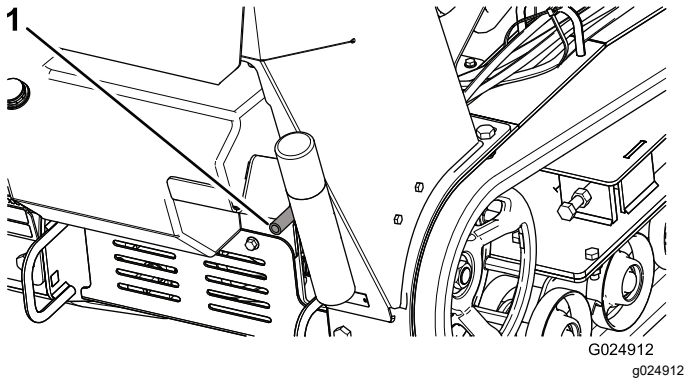

Figure 34
5. Placez un bac sous le flexible de vidange. Tournez le robinet de vidange pour permettre à l'huile de s'écouler (Figure 33 et Figure 34).